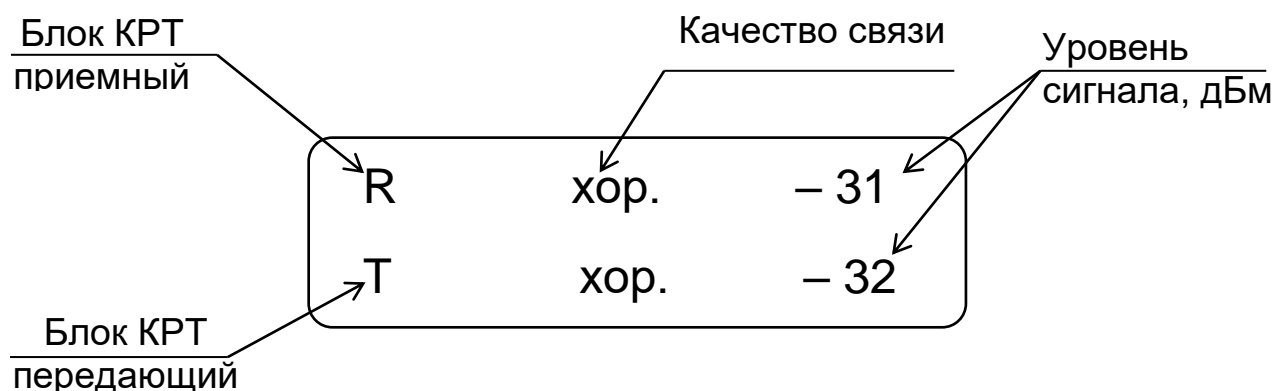

Рисунок 6 – Окно контроля сигнала
2.1.2.8 Включить оба блока КРТ и перевести блоки в режим контроля сигнала: выбрать пункт меню «КРТ Ведущий» («КРТ Ведомый»), нажать кнопку «▲», после чего на индикаторе кратковременно появится надпись «Контроль сигнала», а затем откроется окно контроля сигнала (рисунок 6). В данном окне индицируется уровень сигнала в дБм и качество связи в виде текстового сообщения. Если блок КРТ в обеих строк индицируют уровень сигнала не менее минус 35 дБм (обратить внимание – значения уровня сигнала отрицательные), работоспособность КРТ подтверждена.
2.1.5 Включить оба блока КРТ и **провести контроль уровня сигнала**, фиксируя измеренные значения качества связи в таблицу Б2, для чего: перевести блоки КРТ в режим контроля сигнала: выбрать пункт меню «КРТ Ведущий» («КРТ Ведомый»), нажать кнопку «▲», после чего на индикаторе кратковременно появится надпись «Контроль сигнала», а затем откроется окно контроля сигнала – см. рисунок 6.
Проконтролировать уровень сигнала в местах установки антенн РМЦ-НУ или окончательного устройства, фиксируя минимальное значение качества связи из двух строк (рисунок 6) в таблицу Б2.
- д) Перевести блоки КРТ в режим контроля сигнала: выбрать пункт меню «КРТ Ведущий» или «КРТ Ведомый», нажать кнопку «▲», после чего на индикаторе кратковременно появится надпись «Контроль сигнала», а затем откроется окно контроля сигнала – см. рисунок 6.